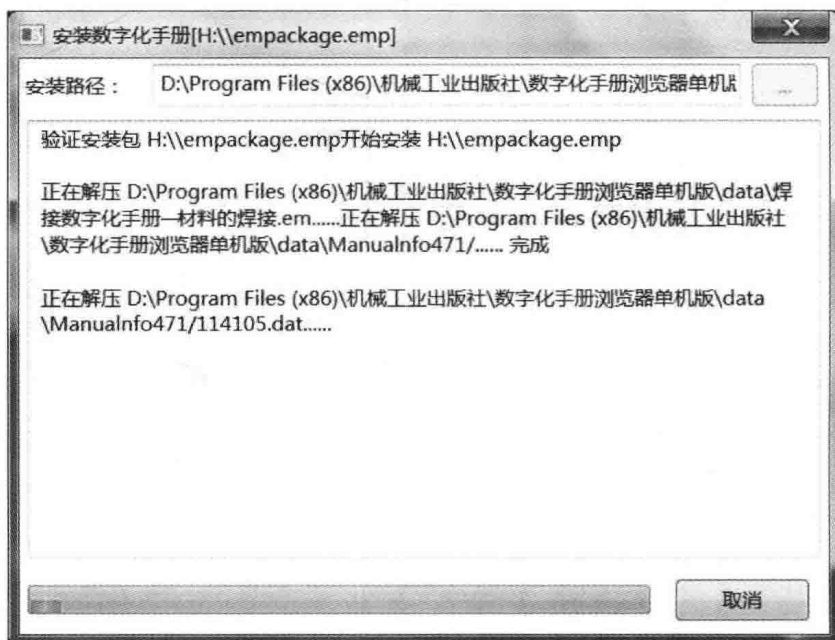

图 1-9 安装数字化手册
8) 数字化手册浏览器单机版安装完成后, 开始安装数字化手册(图 1-9)。显示数字化手册的安装路径, 并验证安装包, 将数字化手册解压到指定目录。